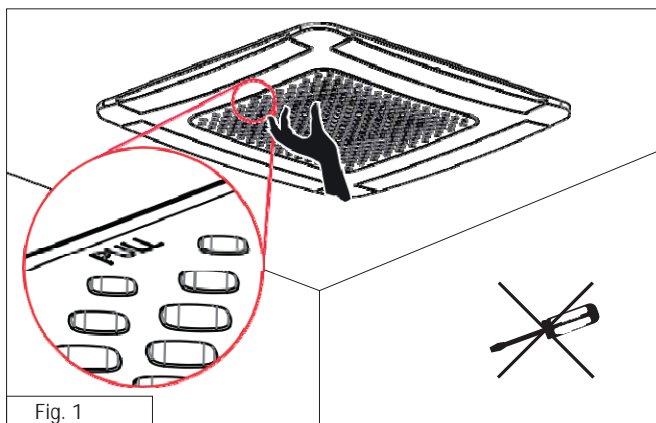

Fig. 1
1. Leta upp markeringen "PULL" på panelen så att den kommer i "öppningskanten" (Fig. 1).